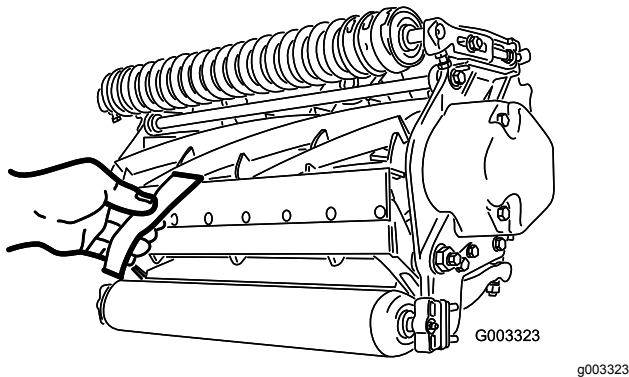

Figura 10
2. Verificate le prestazioni di taglio inserendo una lunga striscia di carta di verifica del taglio (n. cat. Toro 125-5610) tra il cilindro e la controlama, perpendicolarmente alla controlama (Figura 10). Ruotate lentamente il cilindro in avanti; questa operazione dovrebbe tagliare la carta.